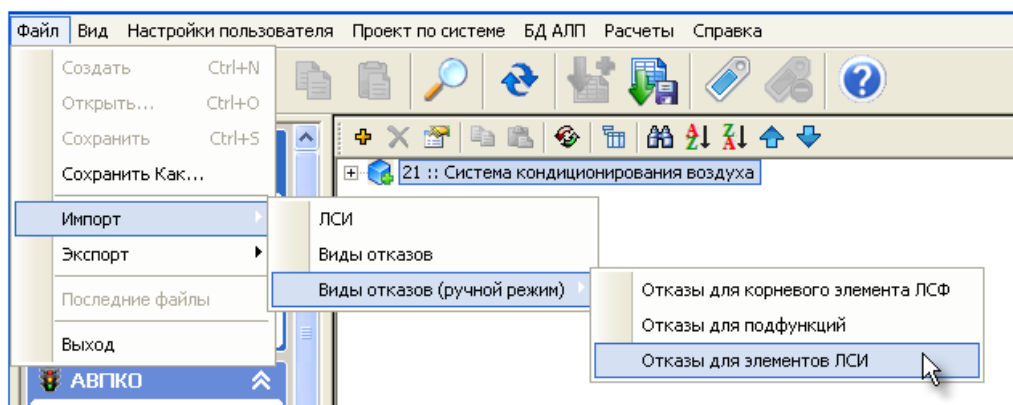

Рис. 16-13
2. В главном меню программы LSS выберите **Файл** → **Импорт** → **Виды отказов (ручной режим)** → **Отказы для элементов ЛСИ** (рис. 16-13):